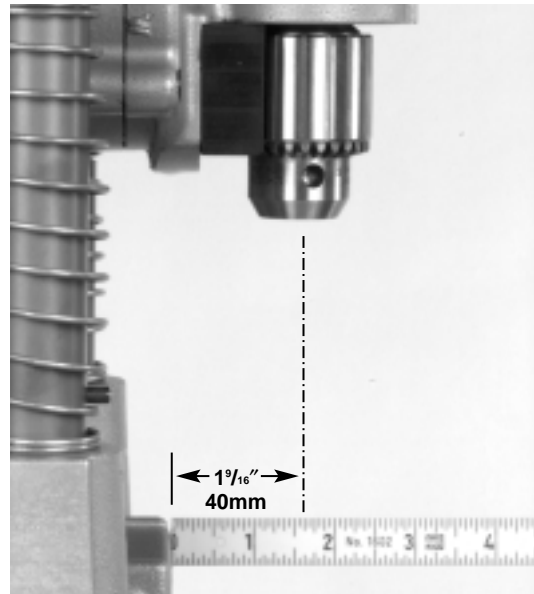

Figura 14 – Línea media del mandril de la HC-300
7. Monte la base sobre el lugar donde efectuará la perforación. El costado delantero de la base se encuentra a $1\frac{9}{16}$ " de la línea media del mandril. (Figura 14)